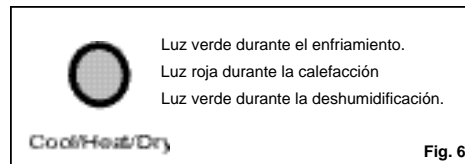

Fig. 6
**Luces indicadoras de MODO:** Se iluminan bajo diferentes graduaciones de modo, Fig. 6.